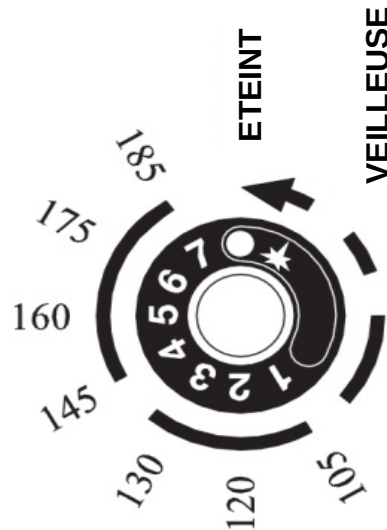

FIG. 6
APPAREILS AVEC VANNE GAZ (FIG.6)
- Appuyez sur la manette (Fig. 6) et tournez-la sur la position
- Pour éteindre le **bruleur**, tournez la manette (Fig. 6) sur la position .